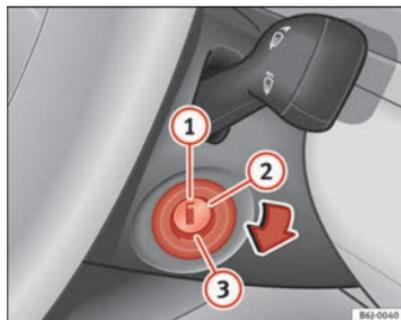

Abb. 110 Zündschlossstellungen
In dieser Stellung ⇒ Abb. 110 sind die Zündung und der Motor ausgeschaltet und die Lenkung kann gesperrt werden.
- Drehen Sie den Zündschlüssel in Stellung ⇒ Abb. 110 ②. Beim Vorglühen des Motors leuchtet die Kontrollleuchte ☞ auf.
- Wenn die Kontrollleuchte ausgeht, drehen Sie den Zündschlüssel in Stellung ③ zum Anlassen des Motors - geben Sie kein Gas.
- Drehen Sie den Zündschlüssel in Stellung ⇒ Abb. 110 ①.